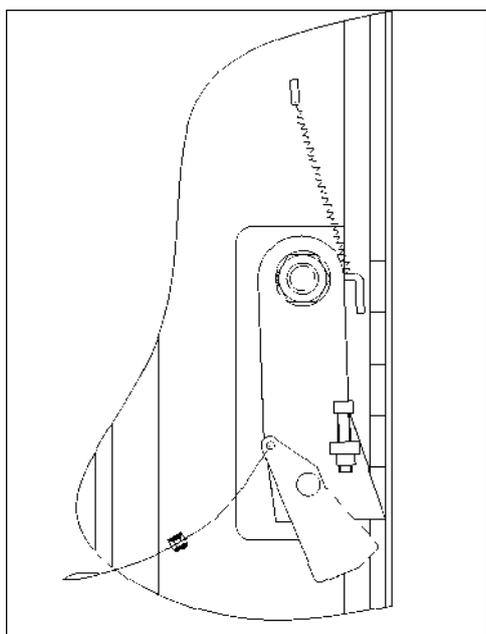

Рис. 16
- При поломке гидроцилиндра сработают безопасности (Рис. 16), расположенные внутри колонн. Стопоры выталкиваются пружиной и мгновенно блокируют движение кареток, исключая их опускание.